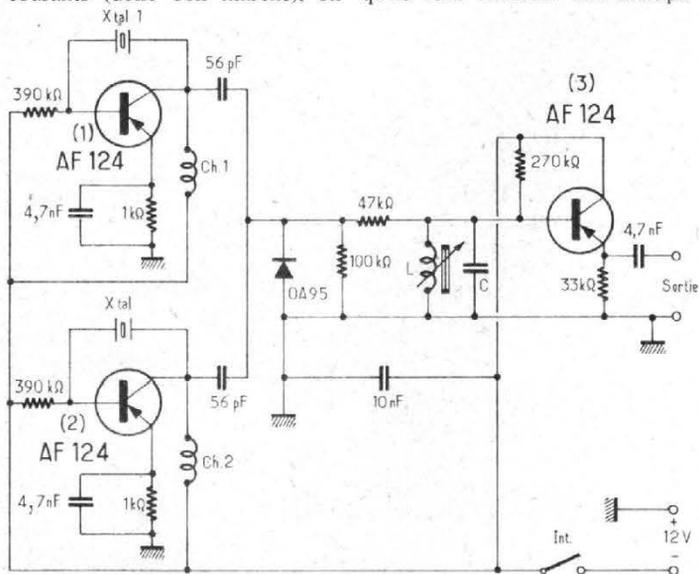

FIG. 1
Le schéma du calibrateur 100 kHz est représenté sur la figure 1. Nous avons deux oscillateurs à quartz du montage Pierce, utilisant deux transistors AF124 (1) et (2). Les sorties HF de ces oscillateurs sont combinées dans un circuit à diode type OA95 shuntée par une résistance de 100 K. ohms. Puis, nous avons un circuit LC accordé sur 100 kHz. Enfin, nous avons l'étage amplificateur de sortie avec transistor AF124 (3) monté en collecteur commun, sortie sur l'émetteur, et servant principalement d'étage tampon.